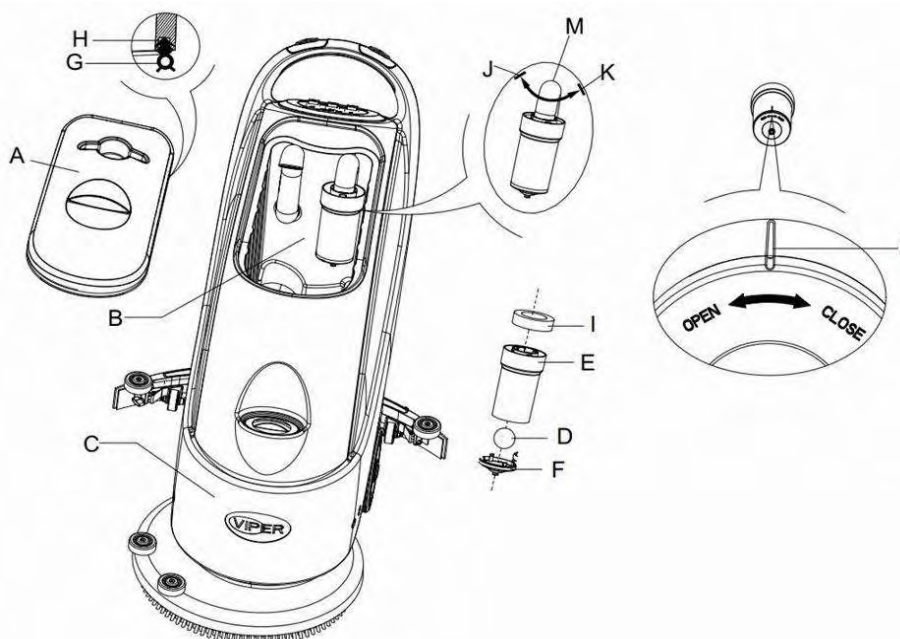

Рисунок 16
2. Нажмите кнопку включения питания (41) и установите ее в позицию “O” для отключение устройства.
3. Откройте резервуар для воды (A, Рисунок 16), и снимите поплавков устройства (36) из резервуара для грязной воды.
4. Используйте чистую воду для очистки крышки (A), резервуара (B и C), и опорной рамы фильтра-поплавка (E). Через отверстие трубы (15), слейте всю воду из резервуара.
5. При необходимости, возле символов “Open” и “Close” как показано на **рисунке 16**, отсоедините нижнюю крышку (F) от фильтра-поплавка и очистите поплавков (D), опорную раму (E), а также фильтр подушки (I). После очистки зафиксируйте фильтр-поплавков на опорной раме (E), а затем выровняйте паз (L) на нижней крышки (F) с пазом поплавкового фильтра (L) к опорной раме (E). Поверните нижнюю крышку (F) с точкой фильтра-поплавка и закрепите плотно фильтр к подушке (I) на опорную раму фильтра-поплавка (E), а затем на Вакуумную трубку (M).
6. Проверьте герметичность уплотнительного кольца (G) крышки резервуара с водой..